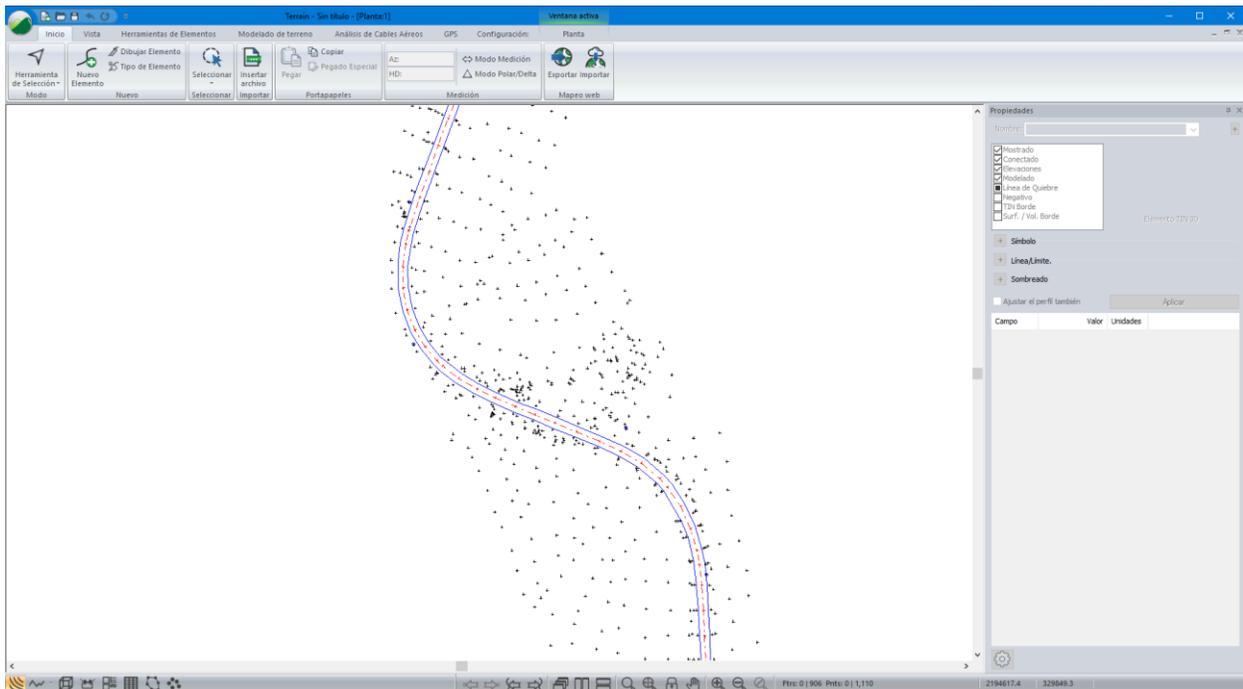

Figura 3-9: Ventana de Planta Después de Importar el Archivo Survey1.txt.
24. Seleccione *Vista | Formato de Pantalla |* seleccione **training Normal.ilt** en el menú desplegable. Esto configurará las opciones de importación y la pantalla lucirá como la Figura 3-9.